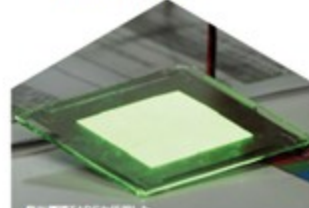

図5 TADF発光材料を使用した発光素子
安達さんらは、昨年4月に0.03秒の連続発振に成功した(図5)。わずかに0.03秒だが、これでも世界最長寿命なのだ。
■図5 有機薄膜レーザーの光の構造